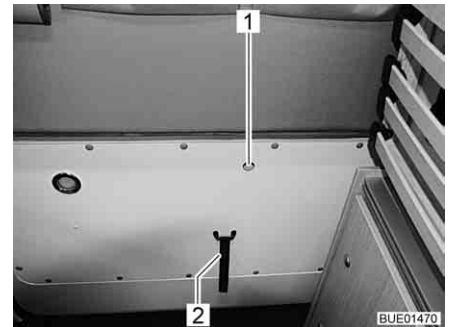

Bild 32 Entriegelung Heckklappe, innen
- Den kleinen Hebel in der Öffnung (Bild 32,1) mit dem Finger nach oben ziehen und gleichzeitig gegen die Heckklappe drücken.
- Rand der Heckklappe oder Schlaufe (Bild 32,2) fassen und Heckklappe schließen.